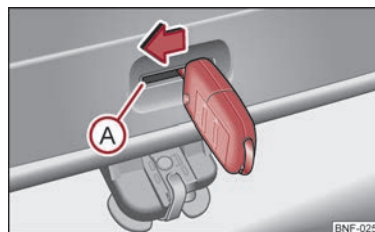

Bild 15 Nödupplåsning av bakluckan
- Stick in bilnyckeln eller ett liknande verktyg i öppningen A ⇒ bild 15 i luckans panel tills det tar stopp.